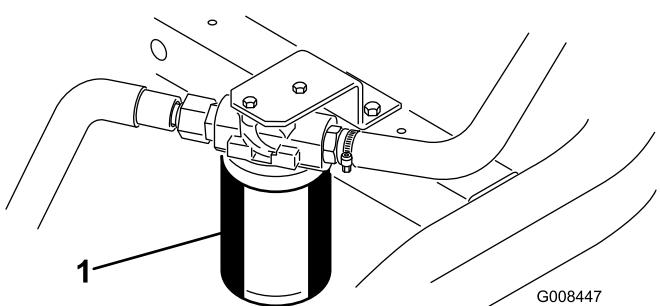

Figura 57
1. Limpe a zona em torno da montagem do filtro (Figura 57). Coloque um recipiente de escoamento debaixo do filtro e retire o filtro.